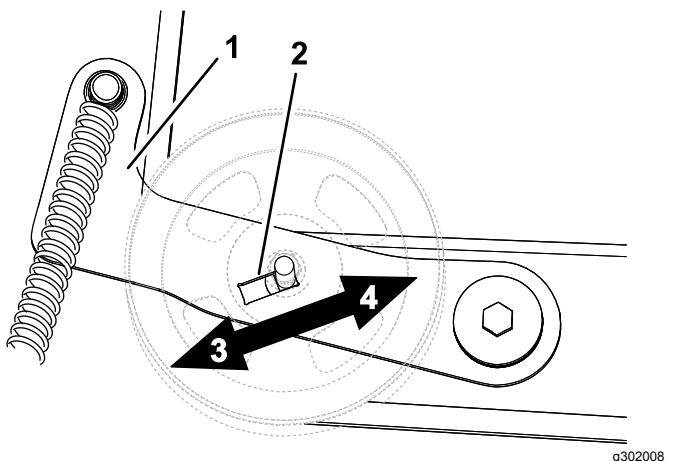

図 55
5. 必要に応じてスロット内のプーリの位置を調整する図 55。